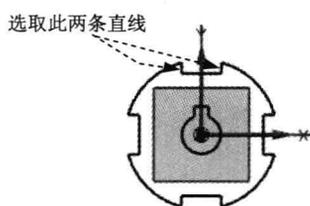
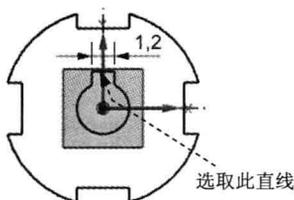

图 2.13 对称约束
图 2.14 标注水平尺寸 1
(3) 参照 Step4 添加图 2.13 所示的两直线为“对称”约束。
(1) 添加水平尺寸约束。
① 选择下拉菜单 **插入(I)** → **尺寸(D)** → **自动判断(I)** 命令，选择图 2.13 所示的直线，系统自动生成尺寸，选择合适的放置位置单击，在系统弹出的动态输入框中输入 1.2，结果如图 2.14 所示。